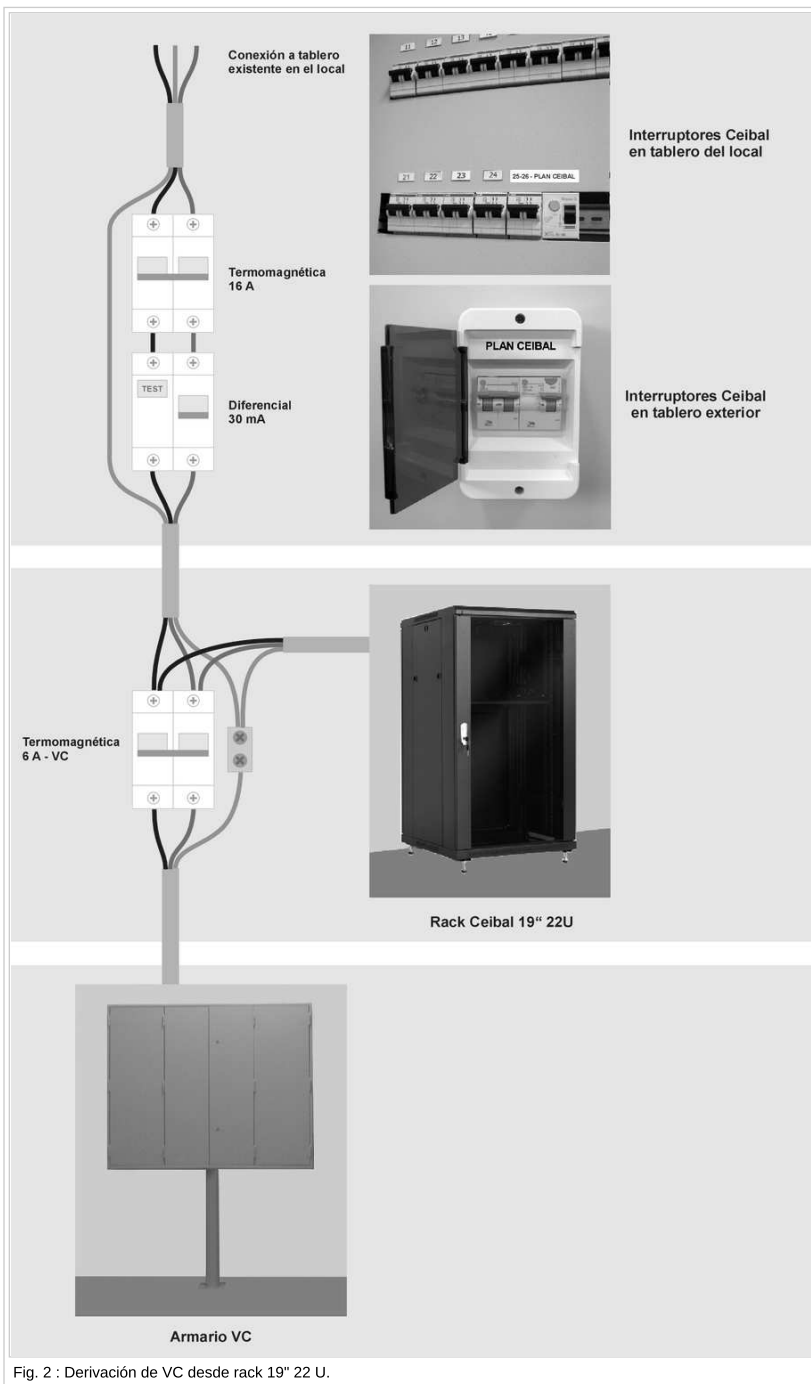

Fig. 2 : Derivación de VC desde rack 19" 22 U.
- El interruptor para la derivación de videoconferencia se instalará en un tablero exterior junto al rack. A los bornes de entrada del interruptor se conectarán la línea que trae alimentación desde el tablero del local y la línea que alimentará el rack. A los bornes de salida se conectará la línea para alimentar el armario de videoconferencia (Fig. 2).